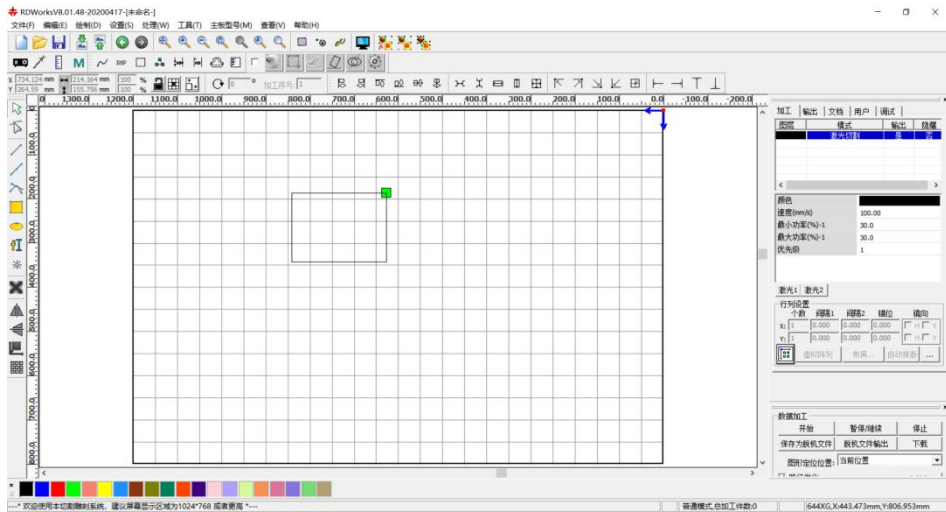

图 2-1
1、打开 RDworks 软件，在页面画一个基础图形。如图 2-1